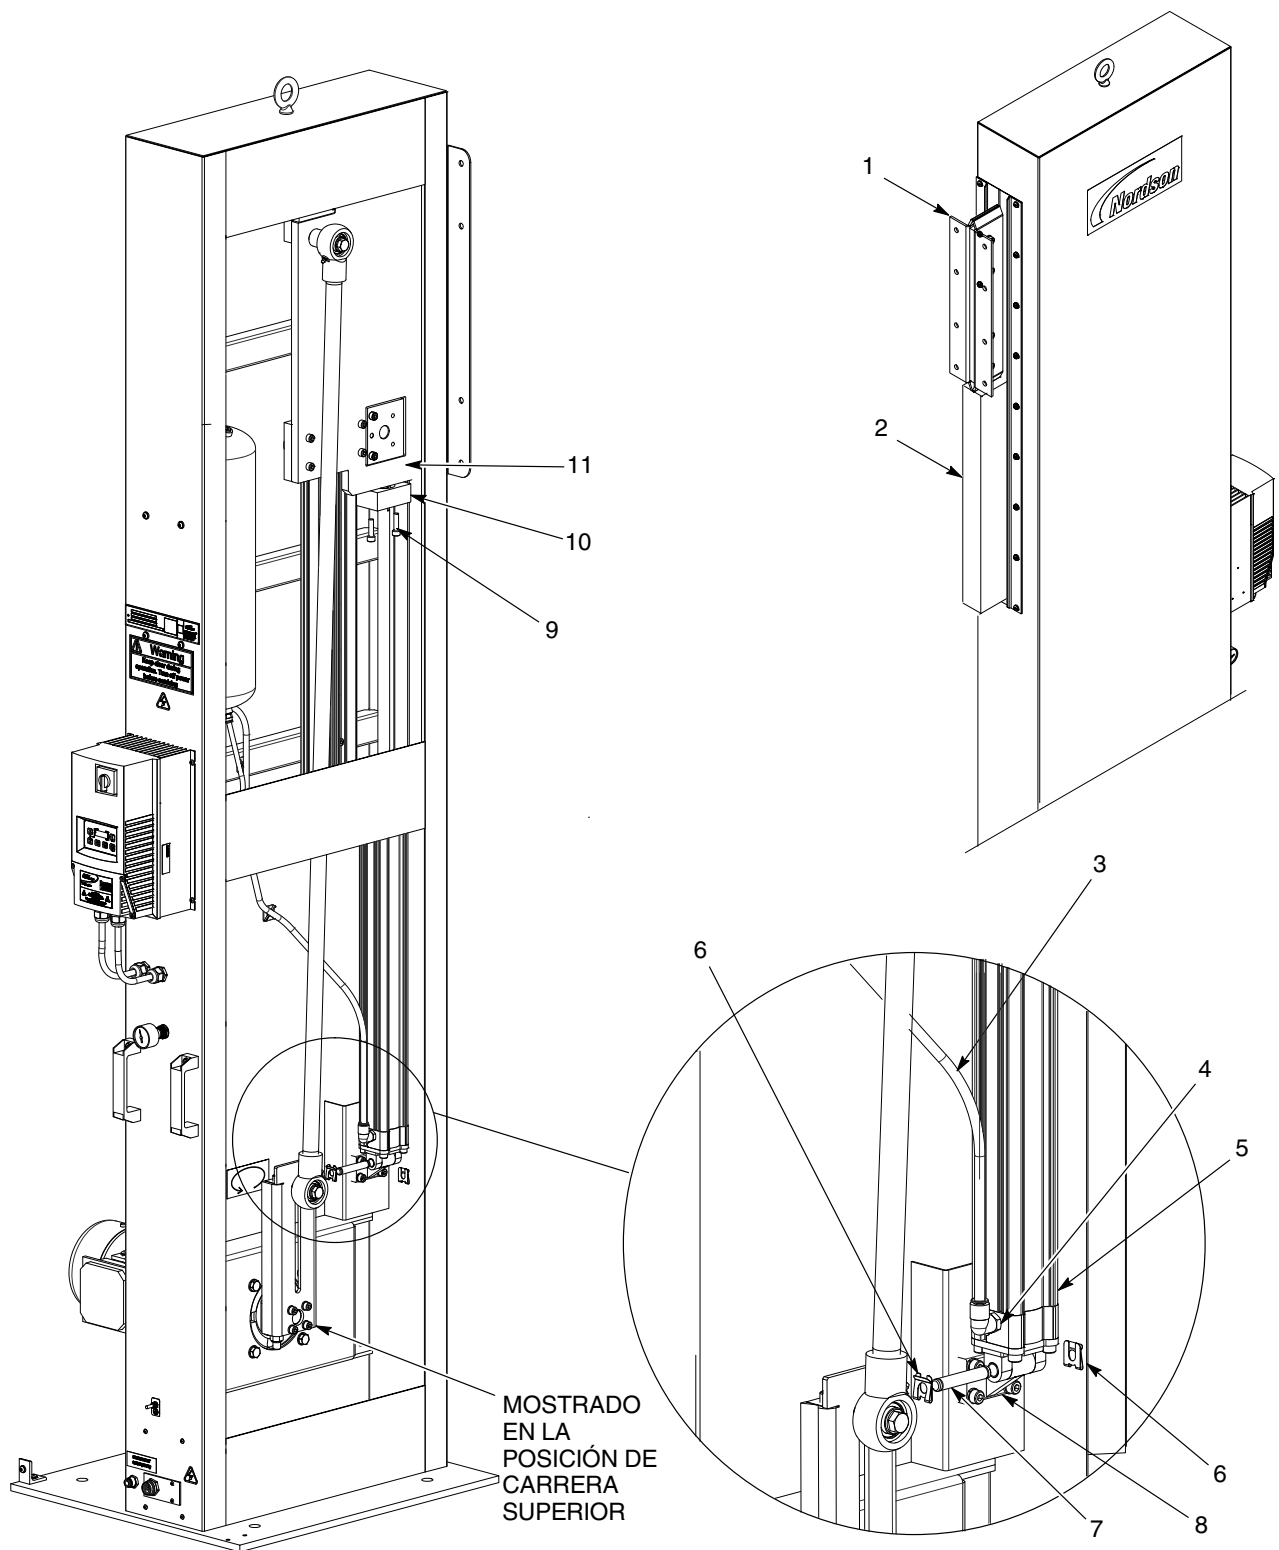

Figura 18 Instalar el cilindro neumático
1. Ver la figura 18. Desplazar el conjunto de la placa de montaje de la pistola (1) a la posición de la carrera superior. Utilizar un bloque (2) tal y como se muestra para fijar el conjunto de la placa de montaje de pistola (1).
2. Instalar la parte superior del cilindro neumático (5) que fija el montaje final de la varilla (10) a la placa de montaje de la pistola (11) utilizando los dos tornillos de montaje final de varilla (9).
3. Fijar la parte inferior del cilindro neumático utilizando el pasador (7) y las abrazaderas (6).
4. Conectar la línea de aire (3) al racor del cilindro neumático (4).
- a. Extraer el racor del cilindro neumático (ver la figura 18), la ventilación (15), la arandela (14), el montaje final de la varilla (13) y la tuerca de bloqueo (12) del cilindro neumático antiguo.
3. Instalar el cilindro neumático nuevo (5) de acuerdo con la sección *Instalar el cilindro neumático* en la página 34.